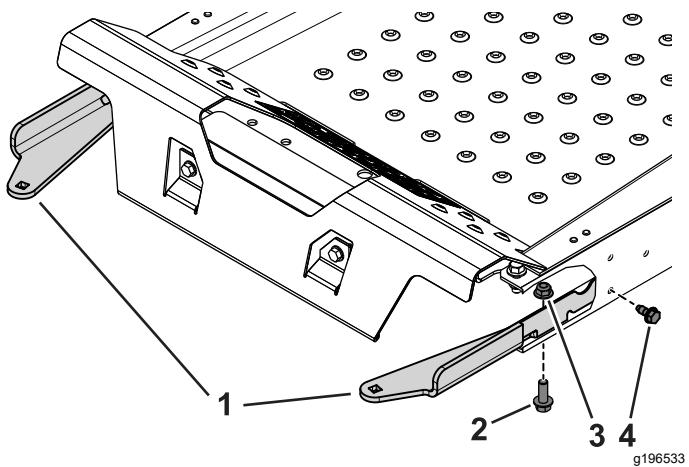

Figura 3
2. Folosiți cele 2 uruburi cu autofiletare (5/16 × $\frac{3}{4}$ "), 2 uruburi ($\frac{3}{8} \times 1\frac{1}{4}$ ") i piulele cu guler ($\frac{3}{8}$ ") pentru a fixa pe maină elementele de montare stânga i dreapta pentru compartimentul de greutate (Figura 3).